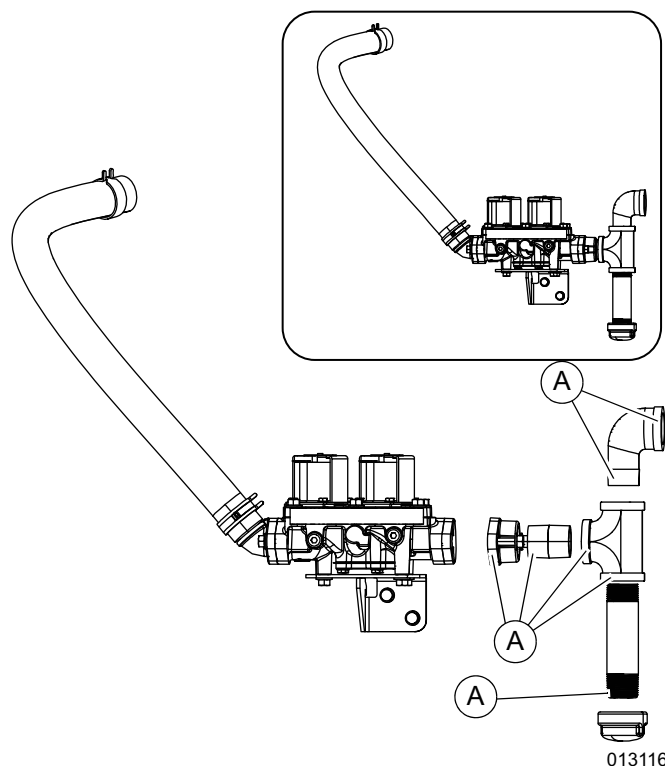

Figura 4-6. Puntos de conexión para la verificación de fugas
Consultar Figura 4-6. Realice una prueba final de fugas en el sistema de combustible después de la instalación del generador. La prueba detectará posibles fugas en todos los puntos de conexión (A).